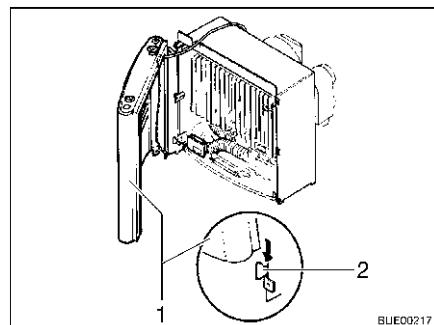

Fig. 117 Copertura del riscaldamento,
- Montare la copertura del riscaldamento. Collegare la copertura (Fig. 117,1) sui passanti di sostegno inferiori (Fig. 117,2).